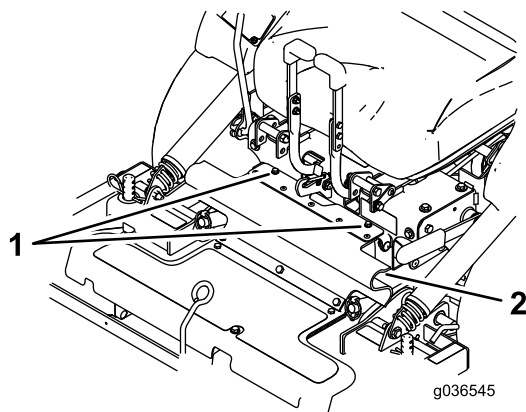

Figura 79
8. Desaperte os parafusos na proteção de borracha (Figura 79).
8. Alinha a parte superior da proteção de borracha e fixe-a com os parafusos (Figura 79).